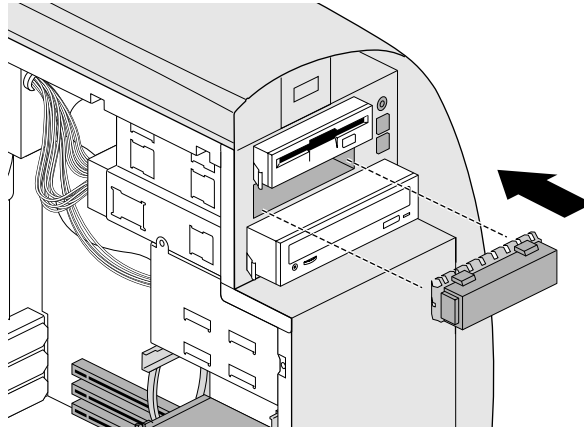

Abbildung 4-9 Einbauen einer leeren Abdeckung in einen Einschub für Wechselplatten-Laufwerke
7. Wenn Sie ein Laufwerk nicht wieder einbauen, befestigen Sie wie in Abbildung 4-9 die leere Abdeckung in der Einschuböffnung.